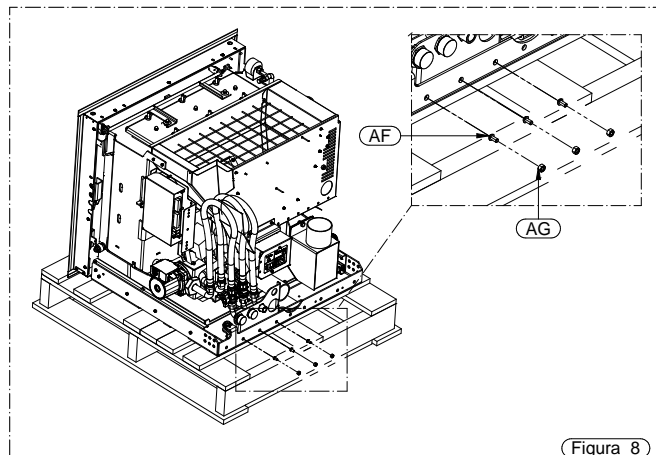

Figura 8
- Togliere le 3 viti AF e i 3 dadi AG (Figura 8).